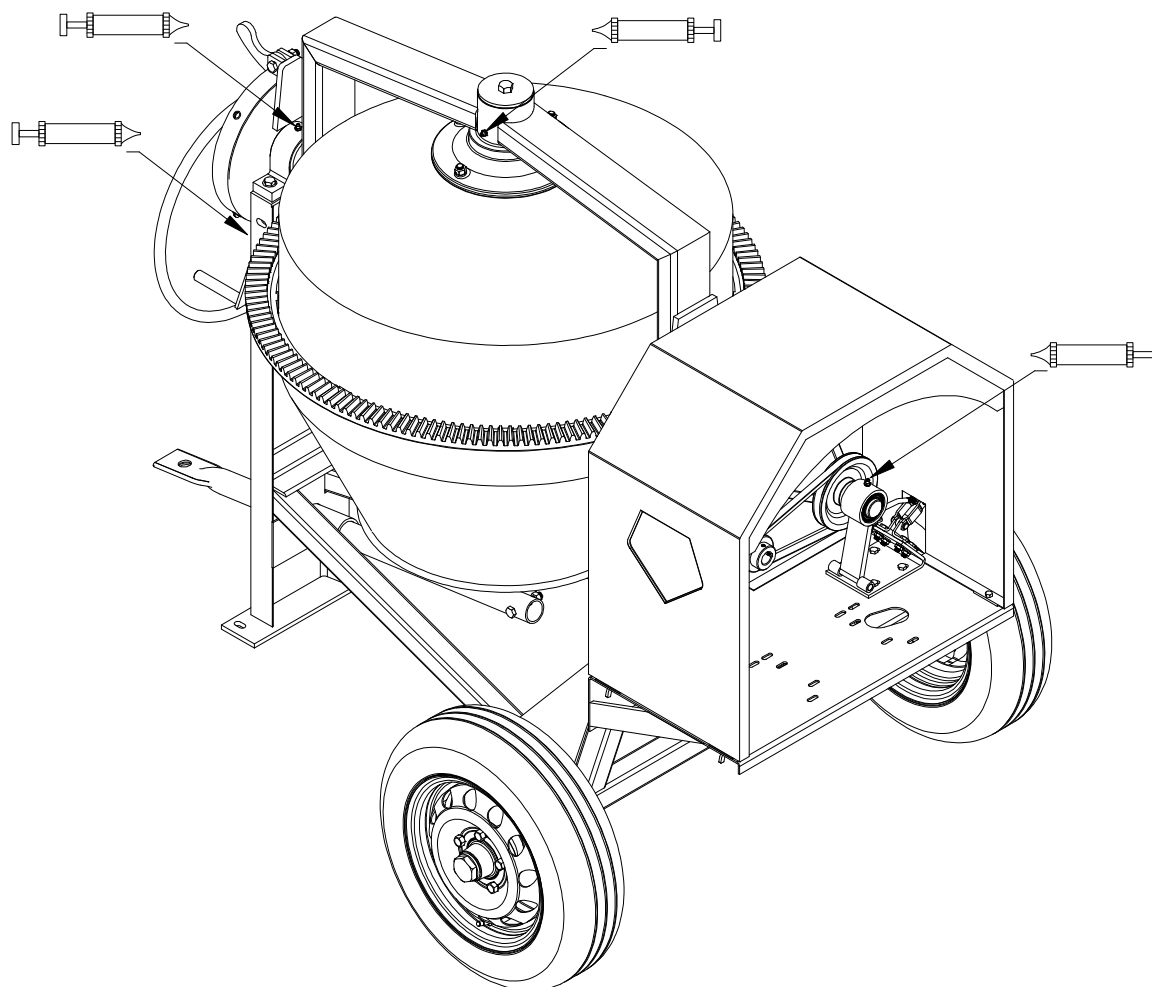

Fig. 1 Ubicación de lubricación y engrasado.
2. Engrase a diario el reductor de velocidad (transmisión, vea fig.1).
3. Engrase cada 8 días el eje de la olla (en la maza del yugo), el eje motriz (chumacera hacia el motor), el eje del volante (en el centro del volante) y en el eje del freno (chumacera hacia freno, vea fig.1).